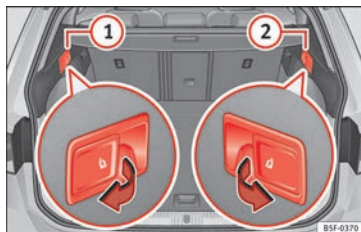

Fig. 152 Nel bagagliaio: leve per lo sblocco a distanza del lato sinistro (1) e destro (2) dello schienale posteriore
- Tirare la leva di sblocco a distanza dal lato sinistro » **fig. 152 (1)** o destro (2) dello schienale nel senso della freccia. Il lato sbloccato dello schienale posteriore si ribalta automaticamente in avanti.